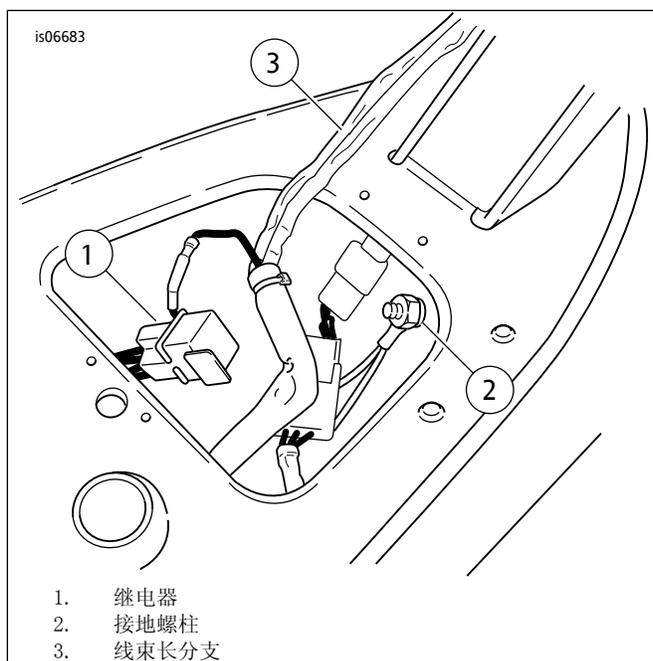

图5。安装线束(图示为FXDWG)
11. 参见图5。安装线束。将继电器(1)放在座椅盘的开口中, 沿车架主梁布设线束(3)的长分支。